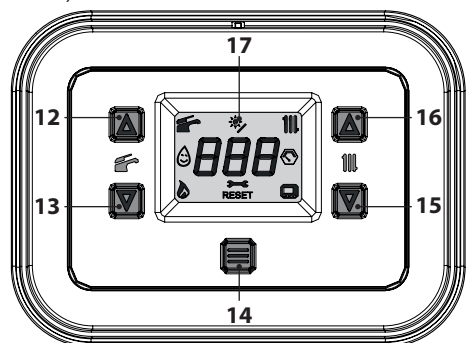
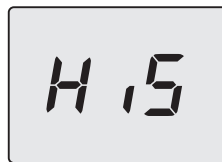
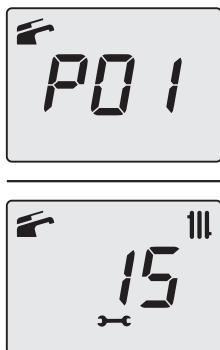

Рисунок 9.27
Рисунок 9.28
Рисунок 9.31
- Войдите в «режим программирования», нажав одновременно и удерживая в течение 5 секунд кнопки 13 и 15 (Рисунок 9.27), до появления на ЖК-дисплее надписи **HiS**, указывающей меню «Хронология котла» (Рисунок 9.28).
- Нажмите на 1 сек. кнопку 14 (Рисунок 9.27) для входа в выбранный параметр. На дисплее отображается следующее изображение (**13**=M300V.2025 SM или **15**=M300V.3035 SM) (Рисунок 9.31).
- При одновременном нажатии кнопок 13 и 15 (Рисунок 9.27) происходит выход без изменения значения (возврат к предыдущему уровню Рисунок 9.30).
- удерживать кнопки 13 и 15 в течение 5 сек. (Рисунок 9.27) (возврат на предыдущий уровень).